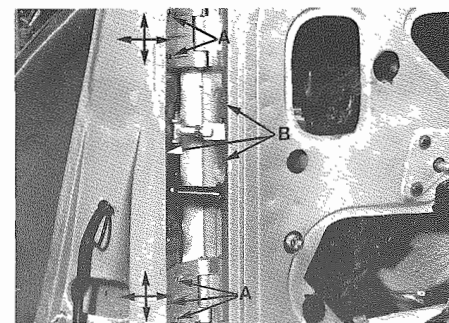

Fig. 6 - A - Viti fissaggio cerniere
- Smontare il perno tirante di arresto portiera (Fig. 6).
- Smontare la portiera allentando le viti di fissaggio cerniere (Fig. 6). In nessun caso estrarre i perni presenti sulle stesse.
- Disassemble pin of door retainer device rod (Fig. 6).
- Disassemble the door by loosening hinge fixing screws (Fig. 6). Never withdraw the relevant pins.